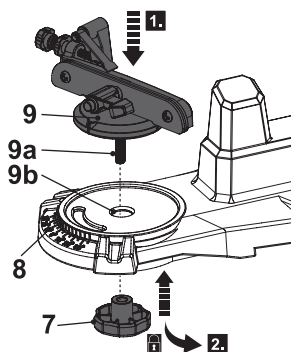

Fig. 1
1. Dévissez et détachez la molette de blocage d'étau (7) du filetage de la plateforme de la chaîne de sciage (9a).
2. Faites glisser le filetage de la plateforme de la chaîne de sciage (9a) dans le trou d'emplacement (9b) à côté de l'échelle d'angle (8). (Fig. 1, étape 1).
3. Fixez la plateforme de la chaîne de sciage (9) à la molette de blocage d'étau (7) en le tournant dans le sens des aiguilles d'une montre (étape 2). Assurez-vous que la plateforme de la chaîne de sciage est correctement placée.